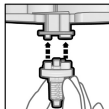

Abb. 2
3. Setzen Sie einen der beigefügten Dynamix Mixing Tips über die Austrittsöffnungen der Kartusche (Abb. 2).